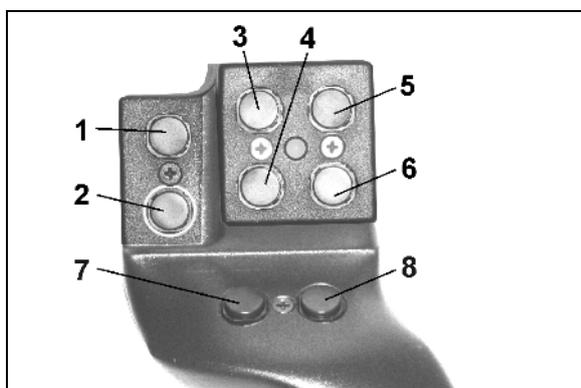
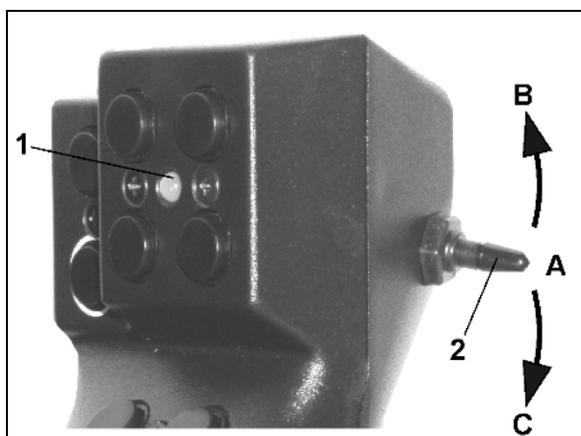

図 111
図 112
マルチファンクションハンドル (図 111) には、機械の操作用に8個のボタン (1~8) が付いています。さらにボタンの割り当ては、スイッチ (図 112/2) を使って3段階で切り替え可能です。
-  中央位置 (図 112/A)。次のように動かすことが可能 :
-  上 (図 112/B) または
-  下 (図 112/C)
スイッチの位置はLED (図 112/1) で表示されます。